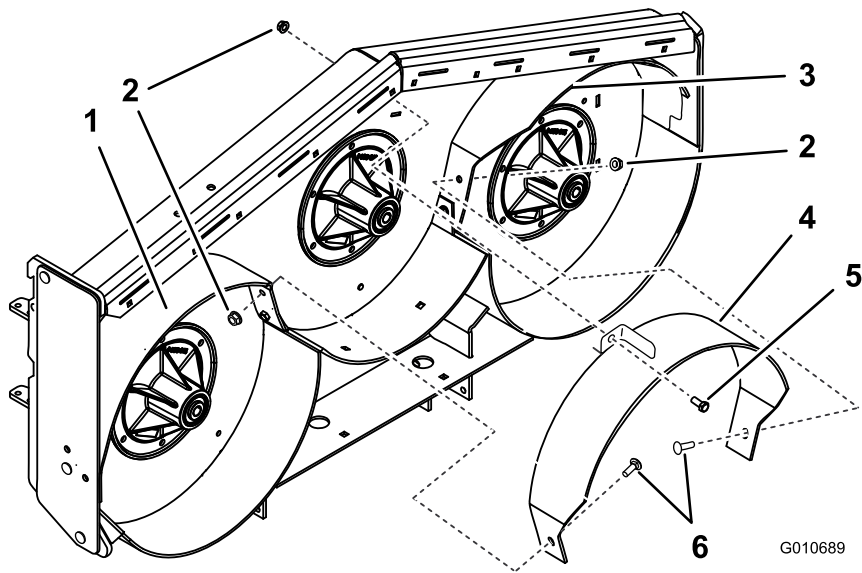

Figura 10
10. Sujete provisionalmente el deflector central al deflector derecho con 1 perno de cuello cuadrado ($\frac{3}{8}$ " x 1") y una tuerca con arandela prensada pequeña ($\frac{3}{8}$ "), como se muestra en la Figura 10.
11. Sujete provisionalmente el deflector central a la parte superior de la carcasa de corte con 1 perno ($\frac{3}{8}$ " x 1") y una tuerca con arandela prensada pequeña ($\frac{3}{8}$ "), como se muestra en la Figura 10.